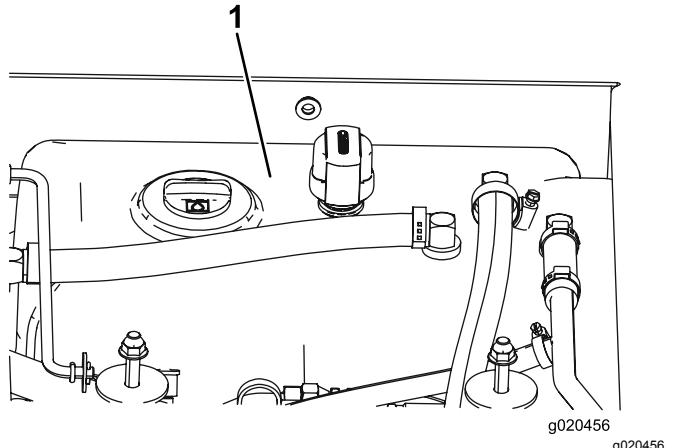

図 117
4. 油圧オイルタンク図 117に油圧オイルを入れる **油圧オイルについて(ページ 72)** を参照。